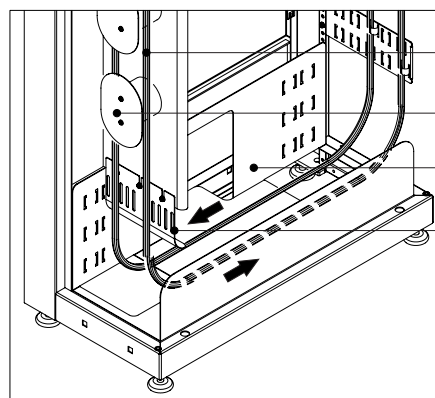

Figura 10C
6. Encaminhe os cordões pela parte traseira do guia inferior de cabos (item 2), passando pela Curva Guia de cabos (item 3) até o tubo guia (item 4) (veja figura 10C).
8. Encaminhe os cordões pela parte frontal do guia inferior de cabos até os suportes guia de cabo lateral (veja figura 10C).